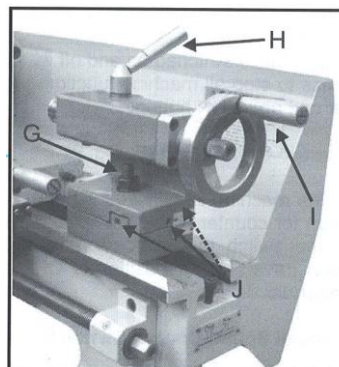

Рис. 12
10. Зажимной винт упорной бабки (G, рис. 12)
11. Зажимная рукоятка пиноли упорной бабки (H, рис. 12)
12. Маховичок перемещения пиноли упорной бабки (I, рис. 12)
13. Регулировка сдвига упорной бабки (J, рис. 12)